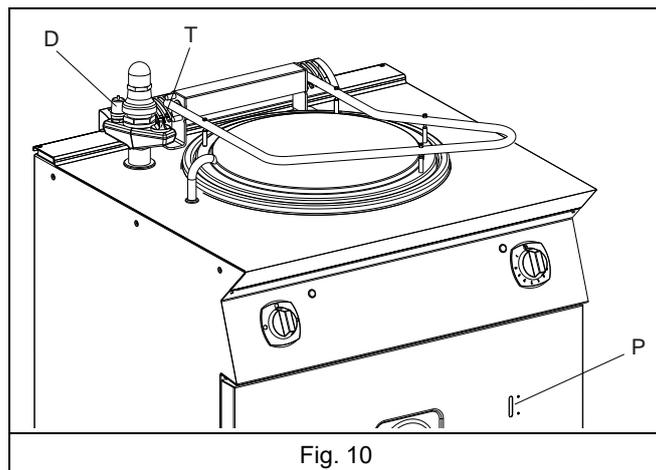

Fig. 10
Consulte la Fig. 10.
purgue el aire de la cavidad apretando la válvula de ventilación "D" (consulte la Fig. 10). De este modo se optimiza la presión dentro de la cavidad, se mejora la cocción y se reduce el consumo de energía.
1. Vacíe y limpie la marmita abriendo la válvula de desagüe "B" (consulte la Fig. 10).